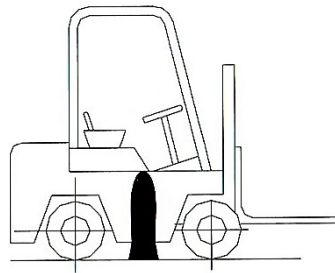

Рис.4
1. Расположите домкрат ближе к задним колесам, чем к передним колесам, чтобы поддерживать равновесие. (См. Рисунок 4)